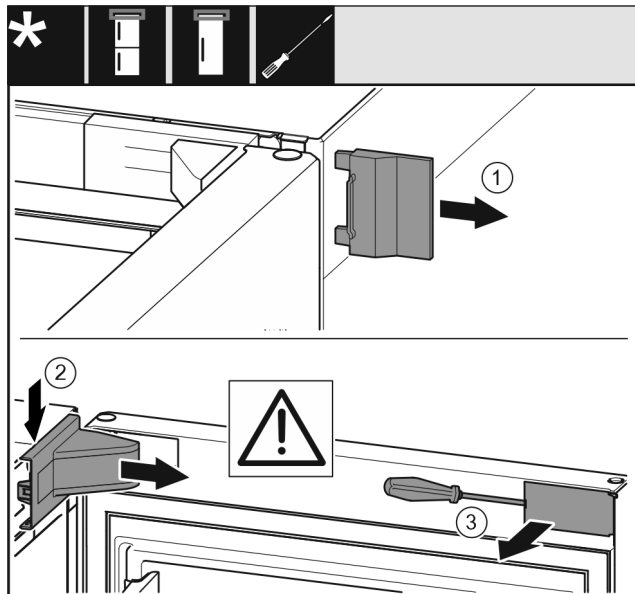

Fig. 14
- ▶ Tag den yderste afdækning af. Fig. 14 (1)
- ▶ Afhægt hængselsafdækningen, og løsn den. Fjern hængselsafdækningen. Fig. 14 (2)
- ▶ Afhægt panelet med en kærnskruetrækker, og sving det til siden. Fig. 14 (3)